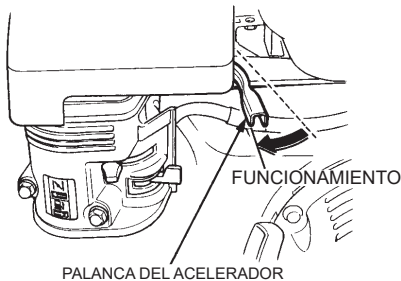

Figura 15. Palanca del acelerador (funcionamiento)
9. Para empezar a bombear, coloque la palanca del acelerador (consulte la Figura 15) en posición de **funcionamiento**. Si no fluye agua por el puerto de descarga, apague el motor, revise si hay obstrucciones dentro de la manguera de succión y elimínelas.